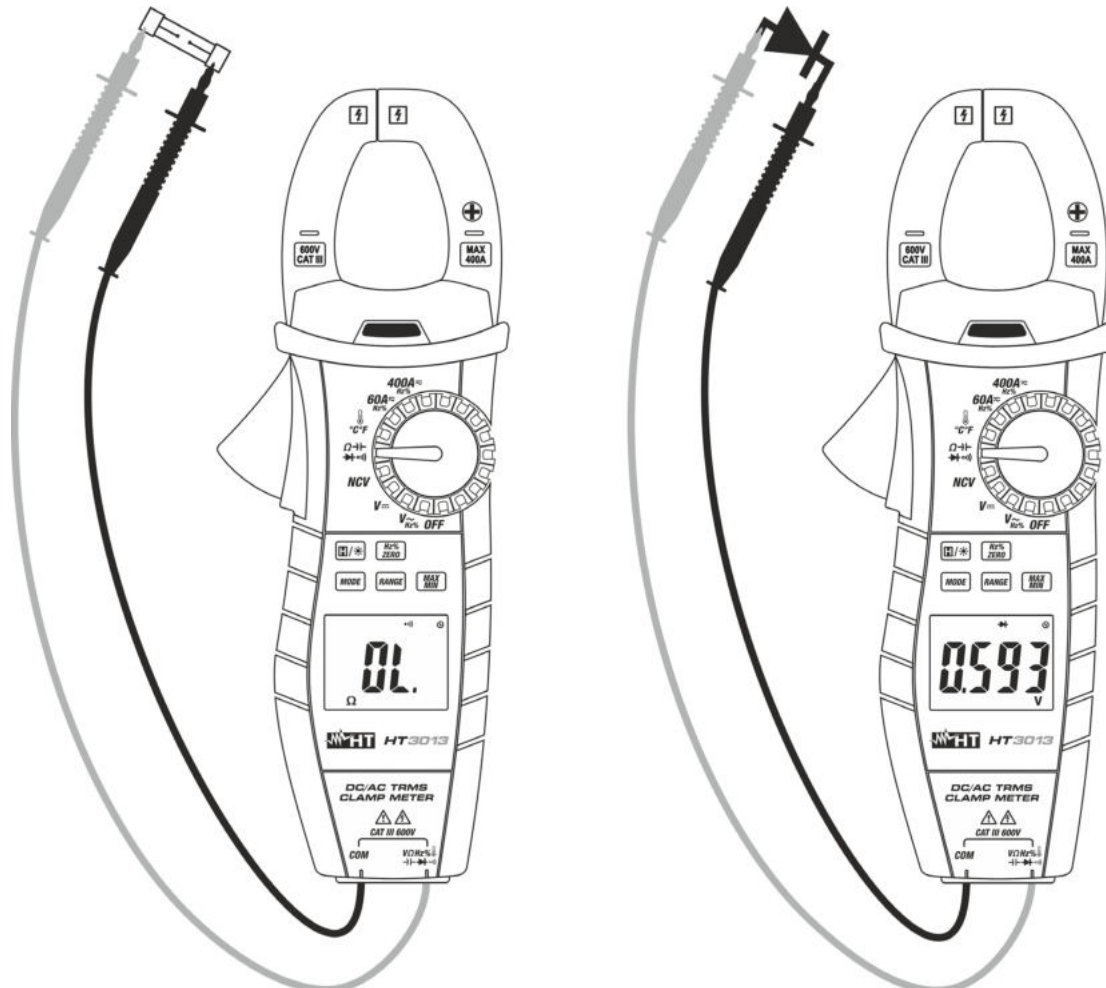

Abb. 8: Verwendung der Zange für Durchgangstest und Dioden-Test
3. Verbinden Sie die rote Messleitung mit der  $V\Omega Hz\% \rightarrow \rightarrow \rightarrow \rightarrow \rightarrow \rightarrow$  Eingangsbuchse, und die schwarze Messleitung mit der **COM** Eingangsbuchse und führen Sie den Durchgangstest des zu messenden Objekts durch (siehe Abb. 8 – linke Seite). Der Summer ertönt, wenn der Wert des gemessenen Widerstands niedriger als  $30\Omega$
5. Verbinden Sie die rote Messleitung mit der Anode und die schwarze Messleitung mit der Kathode der Diode bei der Messung von direkter Polarisierung (siehe Abb. 8 – rechte Seite). Bei der Messung von umgekehrter Polarisierung wechseln Sie die Messleitungen aus.